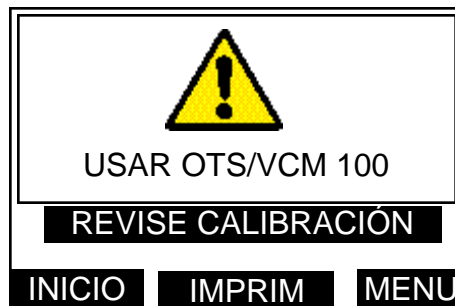

Figura 93. Pantalla de visualización del OTS/VCM100.
2. En el menú principal seleccione REVISE CALIBRACION. La pantalla será parecida a la figura 93.